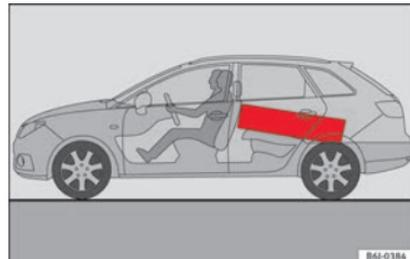

Fig. 117 Los objetos pesados deberían transportarse lo más adelante posible.
- Coloque los objetos pesados en la parte delantera del maletero, lo más al fondo posible » **fig. 117**.